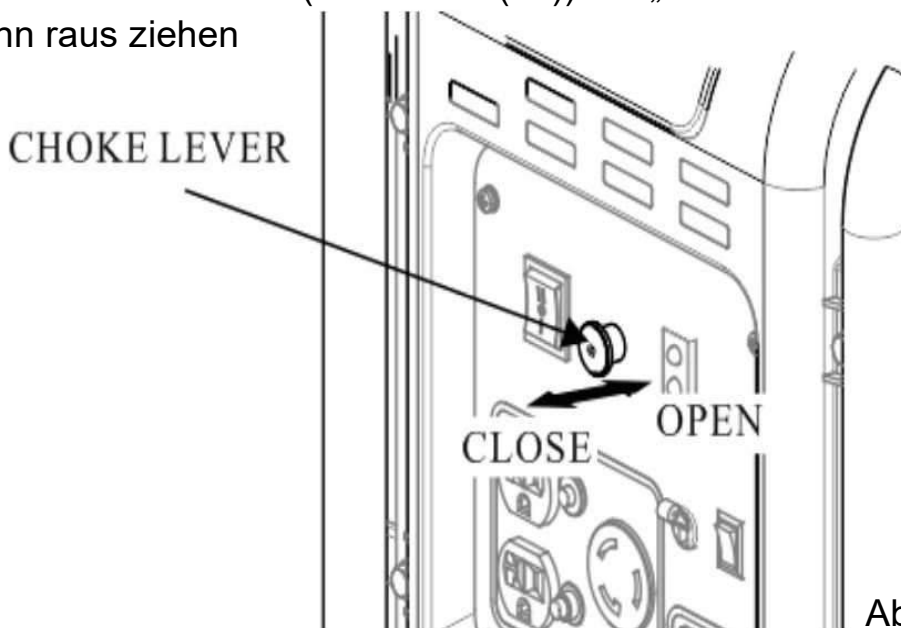

Abb. 16
6. Nachdem der Startvorgang abgeschlossen ist, schieben sie den Choke Hebel wieder auf die „OPEN“ Position rein. (Siehe S.26 Abb.16)
1. Stellen Sie den Choke Hebel (S.17 Abb.5 (18)) auf „CLOSE“ für **Kaltstart**, Indem sie ihn raus ziehen (Siehe S.26 Abb.16)